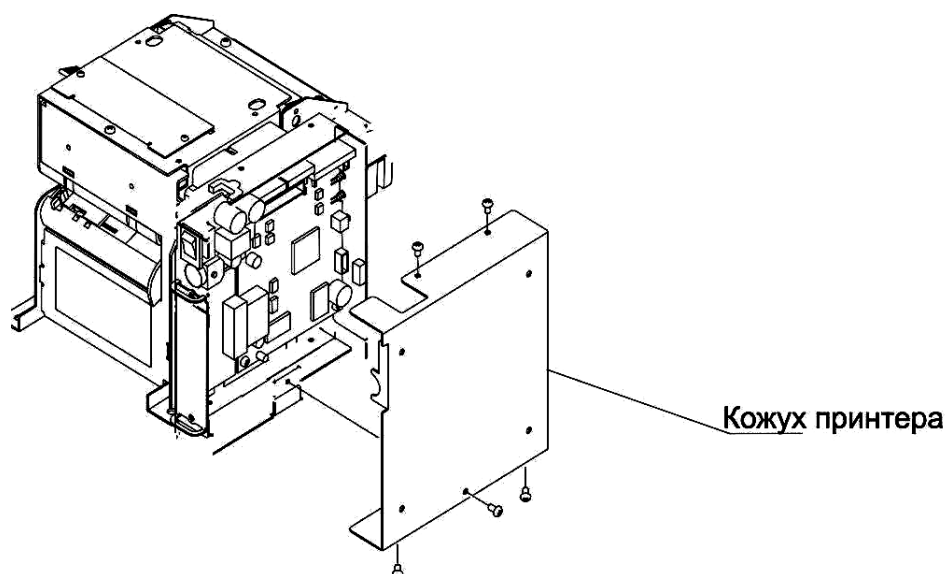

Рисунок 16 – Снятие кожуха принтера.
- 3.3. Снимите кожух принтера, для чего открутите 5 болтов (см. рис. 16).